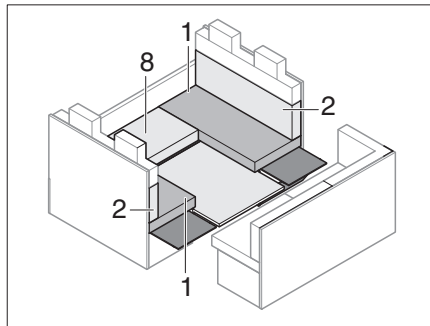

Bild 201 Under ombyggnaden
- Ta bort sittdynan (Bild 201,8) och underlaget.